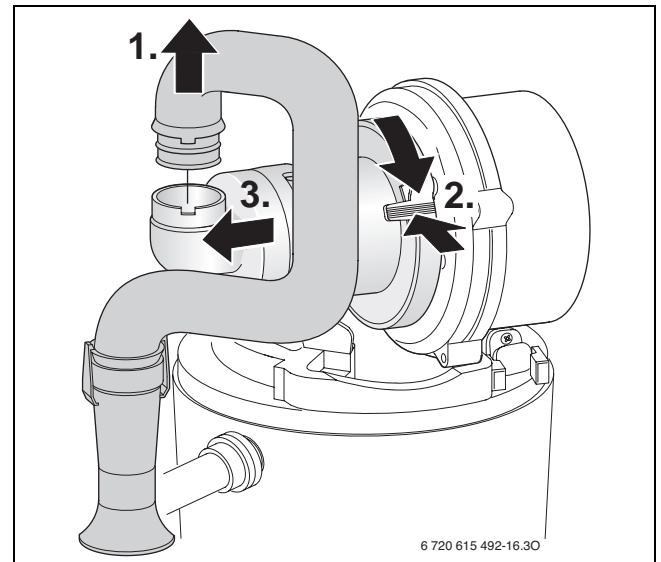

Bild 50 Saugrohr und Mischeinrichtung ausbauen
- ▶ Mischeinrichtung nach Bild 50 ausbauen.